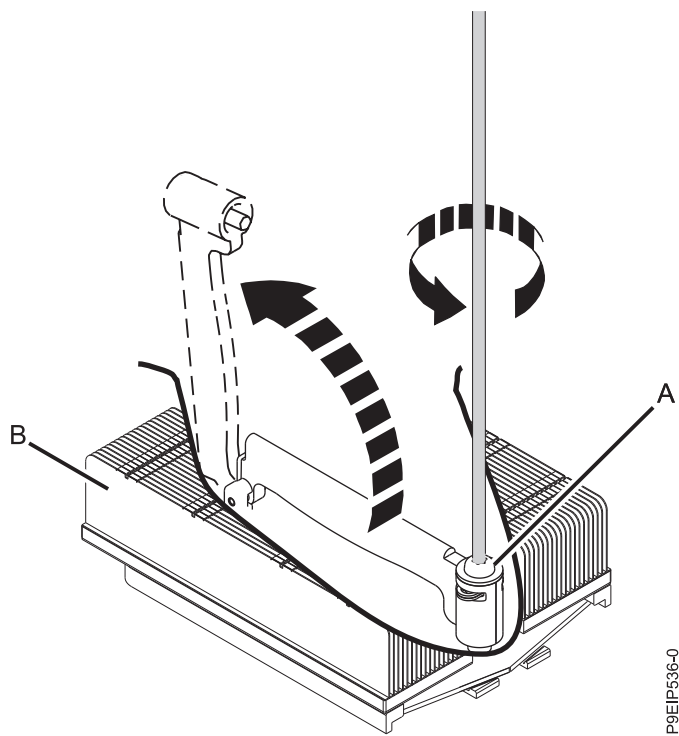

Figure 41. Desserrage de la vis du bras de chargement du dissipateur thermique
4. Desserrez la vis du bras de chargement **(A)** du dissipateur thermique du processeur système **(B)** que vous retirez à l'aide d'un tournevis Phillips n°3. Le bras de chargement pivote vers le haut, dans la direction indiquée dans la figure 41, à la page 44.